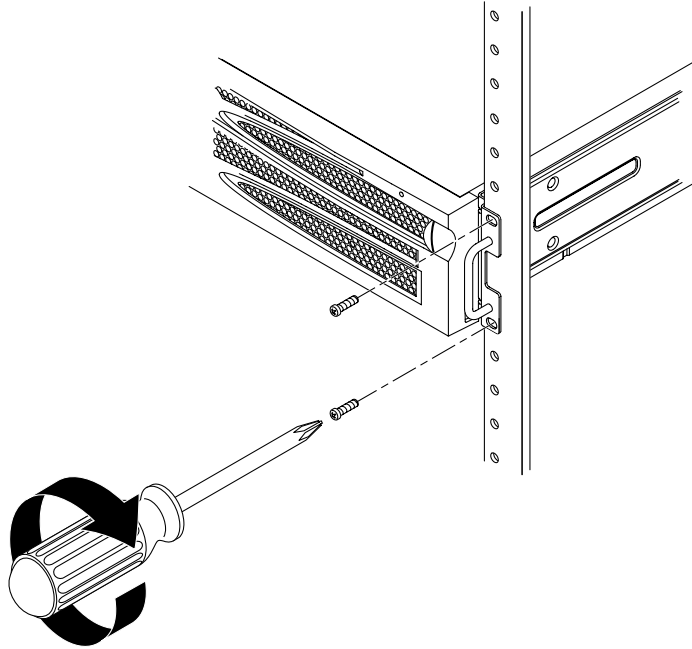

ABBILDUNG 3-13 Befestigen der Vorderseite des Systems am Rack
15. Befestigen Sie mit zwei Schrauben auf jeder Seite die Vorderseite der Montagewinkel, die seitlich am Server angebracht sind, an der Vorderseite des Racks (ABBILDUNG 3-13).